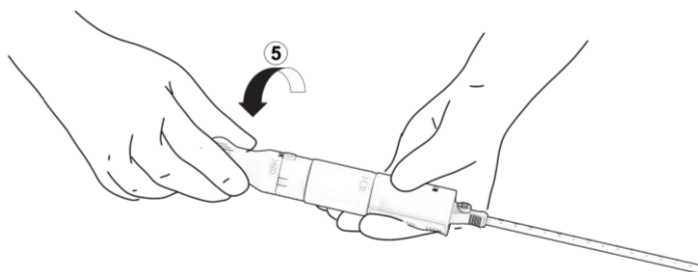

Figure 16. Libération de l'implant.
- a. Mettre la main libre sur la came de libération (« 5 ») et tourner partiellement à 90° cette section rotative dans la direction indiquée, jusqu'aux premiers repères d'alignement. Figure 16. L'implant est désormais en position de configuration entièrement déployée, mais il est toujours rattaché au manche du dispositif.